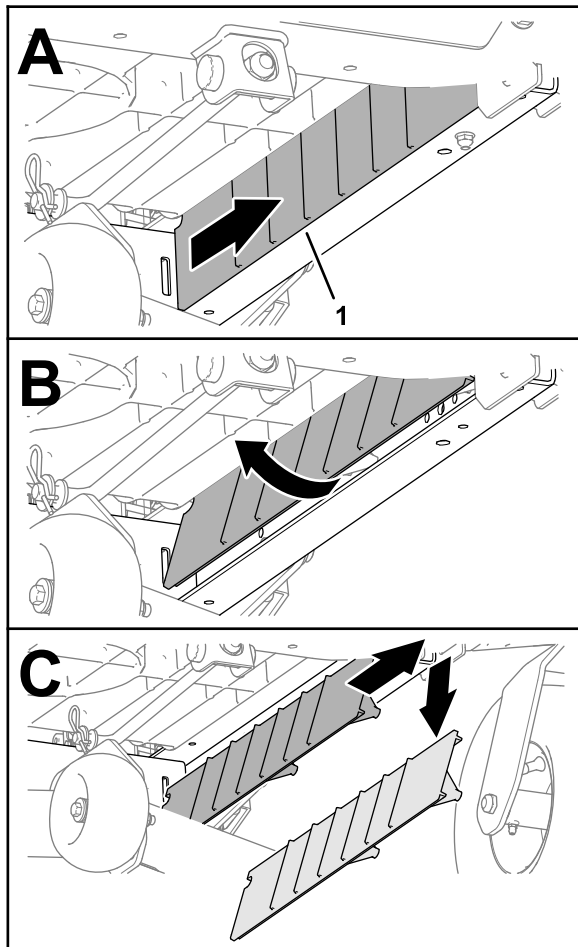

Figure 3
2. Au bas de la plate-forme, glissez la protection du profilé vers l'avant, tournez le dessous vers l'intérieur et déposez la protection de la machine (Figure 3).